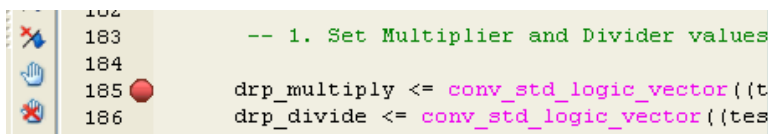

図 4-47 : drp_demo_tb.vhd の 185 行目にブレークポイントを設定
4. 上記の手順に従い、drp_demo_tb.vhd の 185 行目にブレークポイントを設定します (図 4-47)。これで、信号 drp_multiply に値が割り当てられるたびにシミュレータが停止します。